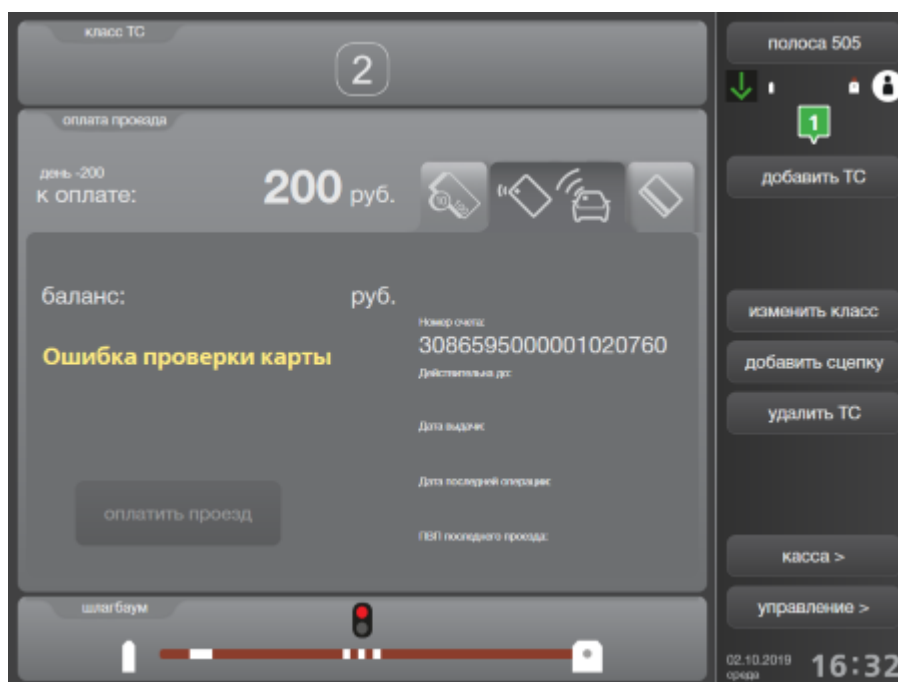

Рисунок 100. Оплата проезда по БСК невозможна (ошибка проверки карты)
- Произошла ошибка проверки карты (рис. 100).